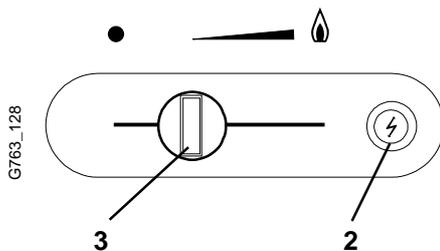

Fig. 6
a) Allumer la veilleuse (Fig. 6)